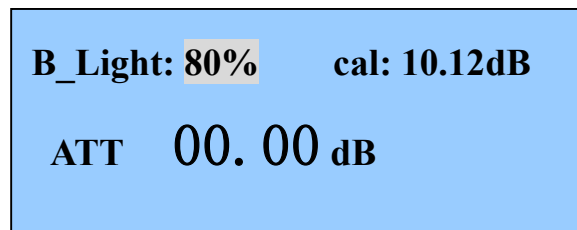

图 8 - GM8040 设置背光亮度
- 1 在显示界面下，按住 [▶] 不放，然后连续按 [Enable] 键，背光亮度B_Light的值会在0% 至 100% 之间不断切换，如图8 所示。